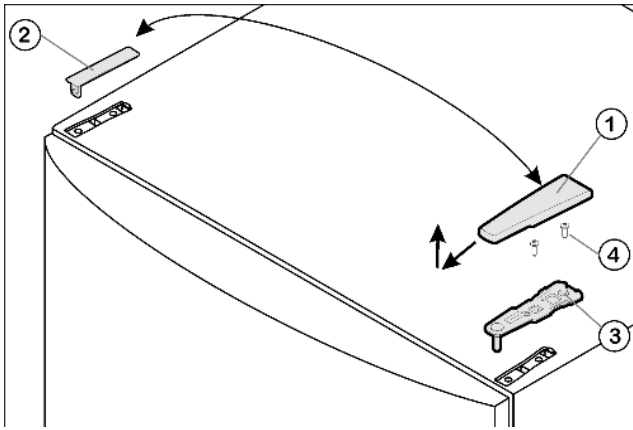

Fig. 4
- ▶ Tirer le cache Fig. 4 (1) vers l'avant et l'enlever par le haut.
- ▶ Retirer le cache Fig. 4 (2).
- ▶ Dévisser la charnière supérieure Fig. 4 (3)(2 vis Torx 25) Fig. 4 (4) et l'enlever par le haut.
- ▶ Placer la charnière supérieure *Fig. 4 (3)* sur le nouveau côté charnière dans la porte.
- ▶ Visser le support d'appui supérieur avec un couple de serrage de **4 Nm** (2 Torx 25) *Fig. 4 (4)*. Pointer les trous de vissage ou utiliser une visseuse sans fil.
- ▶ De l'extérieur, poser puis encliqueter le cache *Fig. 4 (1)* et le cache *Fig. 4 (2)* sur le côté opposé.